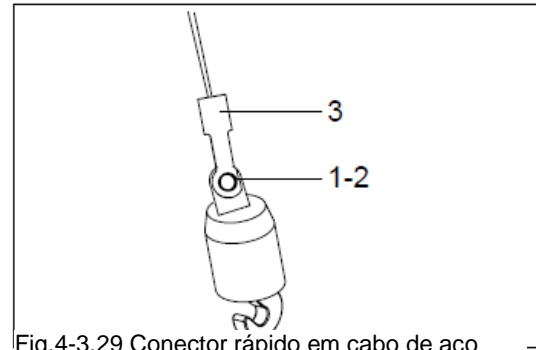

Fig.4-3.29 Conector rápido em cabo de aço
1) Abaixar a lança totalmente, remover o grampo 1 e eixo de pino 2, tirar o cabo de aço. Então recolher o gancho auxiliar. Veja Fig.4-3.29;